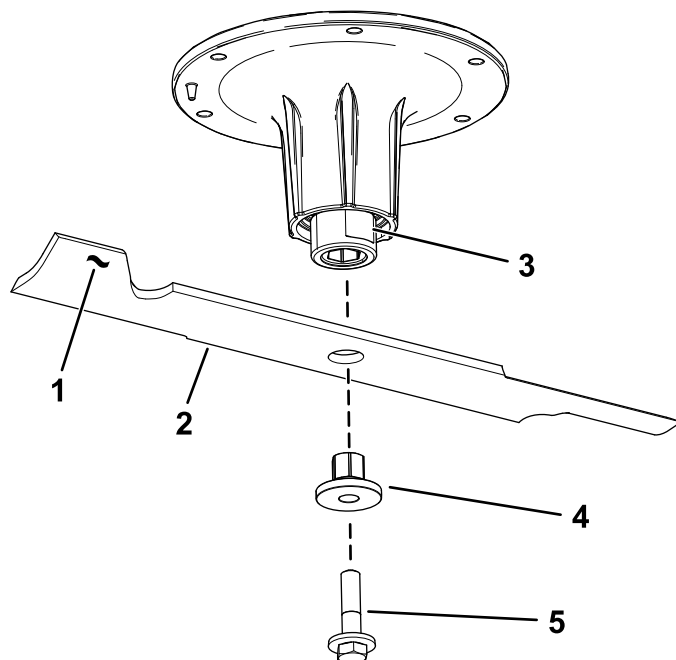

Figure 70
2. Retirez le boulon, la douille et la lame de l'axe de pivot (Figure 70).